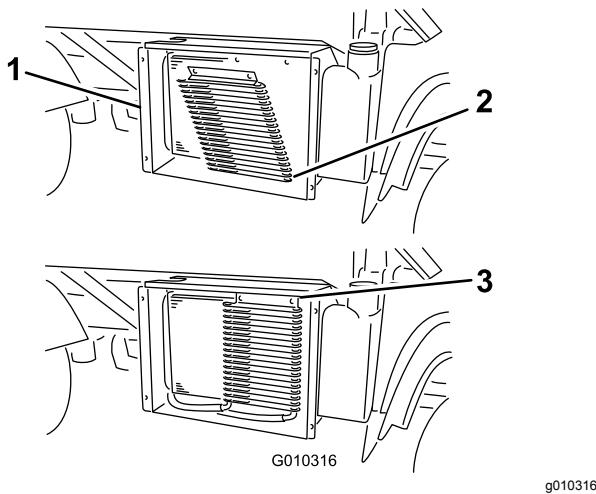

Figura 69
6. Si está instalado, abra los cierres y gire el enfriador de aceite, separándolo del radiador (Figura 69).